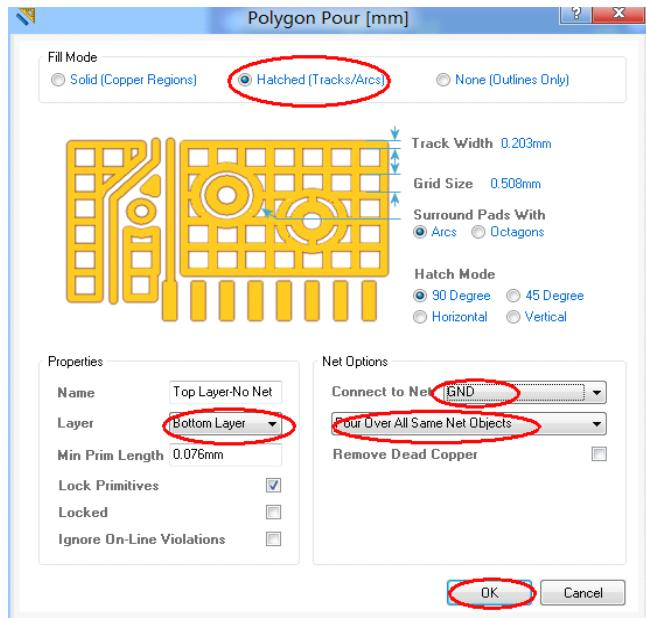

图 6-6.80 敷铜选项
**Step5:** 对地线敷铜。地线的连接一般采用敷铜的方式连接。执行菜单命令【Place】 / 【Polygon Pour】，弹出敷铜选项对话框，设置网络为 GND，敷铜层为 Bottom Loyal，如图 6-6.80 所示。